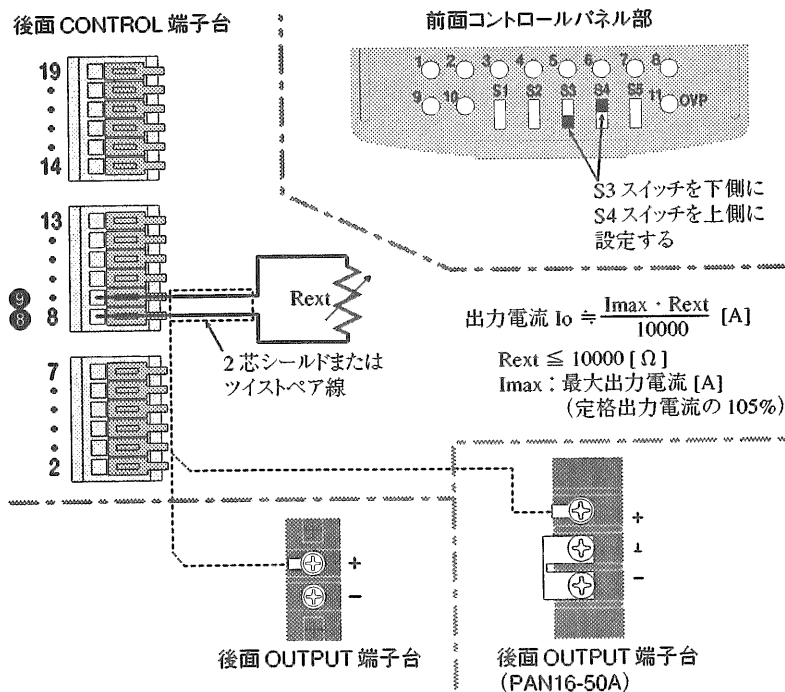

図 3-8 外部抵抗による出力電流コントロールの接続と設定
- ① OUTPUT スイッチを OFF にします。
- ② POWER スイッチを OFF にします。
- ③ コントロールスイッチ S3 と S4 を図 3-8 のように設定します。
- ④ コントロール端子の⑧と⑨間に外部抵抗を図3-8のように接続します。